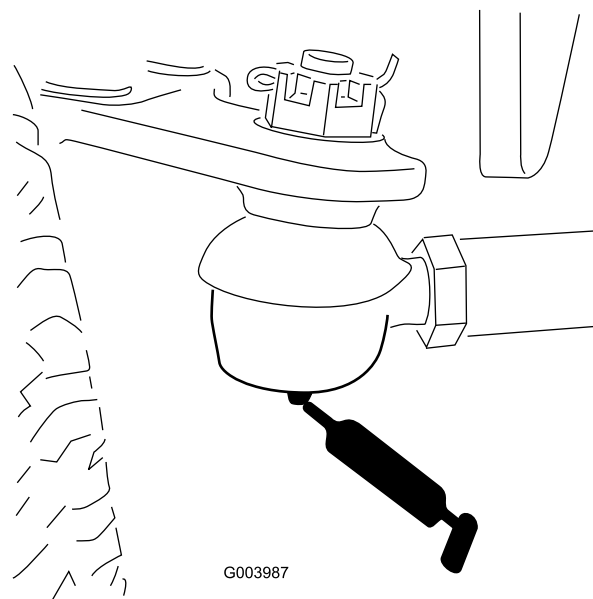

Figura 50
- Barra de ligação do eixo traseiro (2) (Figura 50)